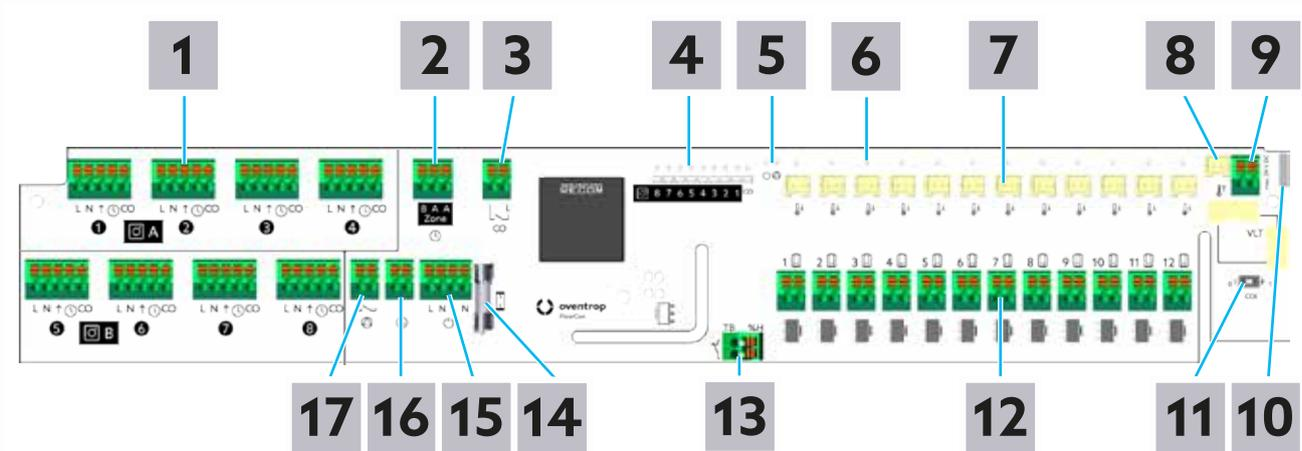

Abb. 5: Platine mit Klemmen und Statusanzeigen
- 1** Status Raumthermostate (Position **4** in Abb. 5 auf Seite 8)
- 2** Status Spannungsversorgung und angeschlossene Komponenten (Position **5** in Abb. 5 auf Seite 8)